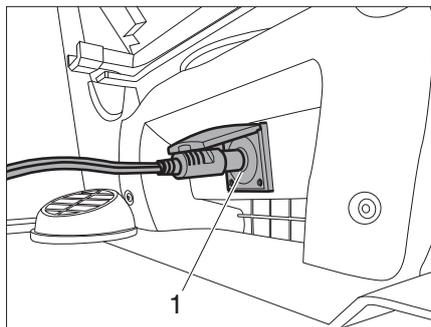

Bild 91 12-V-Anschluss unter dem Sitz
- Stecker an der 12-V-Steckdose (Bild 91,1) unter dem Sitz einstecken.
- ▷ Die Kühlbox nur an der 12-V-Steckdose (Bild 91,1) anschließen. Alle anderen Steckdosen werden von der Fahrzeugbatterie versorgt.